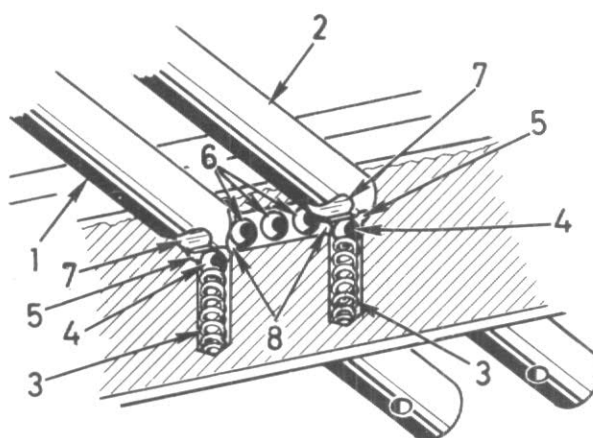

Figure 23
Lorsque vous retirez les coulisseaux (1 et 2, Fig. 23) des alésages du carter de transmission, prenez soin de ne pas égarer les billes de position à ressort de tension (4 et 6).
Les coulisseaux (1 et 2, Fig. 23) ne sont pas interchangeables et ne doivent pas être confondus. Les encoches de verrouillage (8) doivent être dirigées vers l'intérieur.